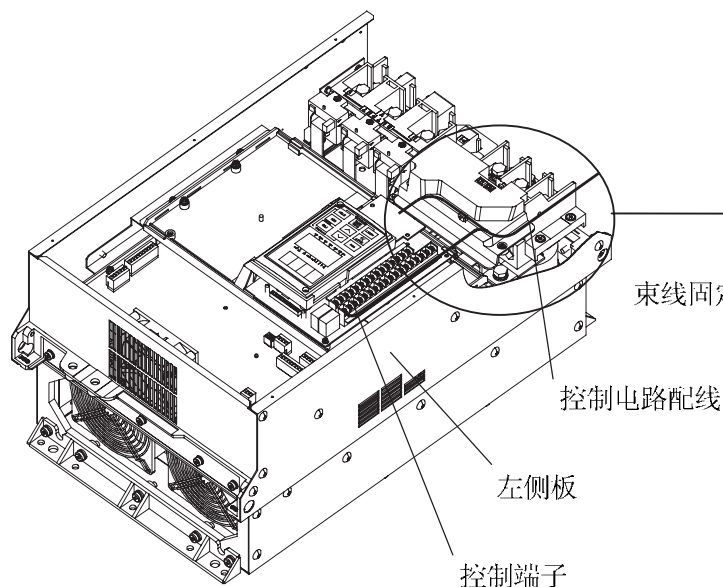

图 2-3-12
① 应沿着变频器的左侧板引出, 如图 2-3-12 所示。
② 配线引出时, 要用束线绑带 (绝缘扣等) 固定于主电路端子排左侧的固定孔 A。束线绑带要穿过固定孔 A ($\phi 4$), 所以其尺寸应为宽 3.5mm 厚 1.5mm 以下。
③ 另外, 装用选件卡时, 其信号线应固定于孔 B。